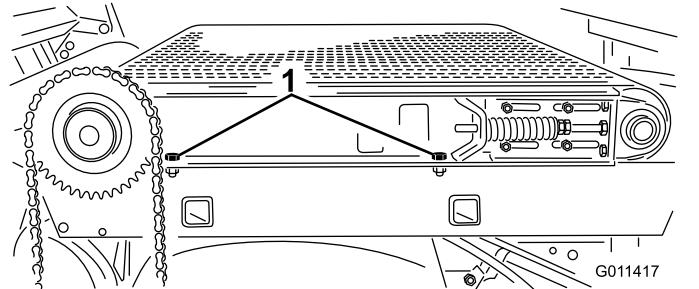

Figura 34
6. Allentate le 2 viti a testa cilindrica, le rondelle e i dadi sul lato destro della macchina, fissando il pianale scorrevole al telaio (Figura 34). Verificate che i dispositivi di fissaggio siano sufficientemente allentati da consentire l'inclinazione del pianale scorrevole.